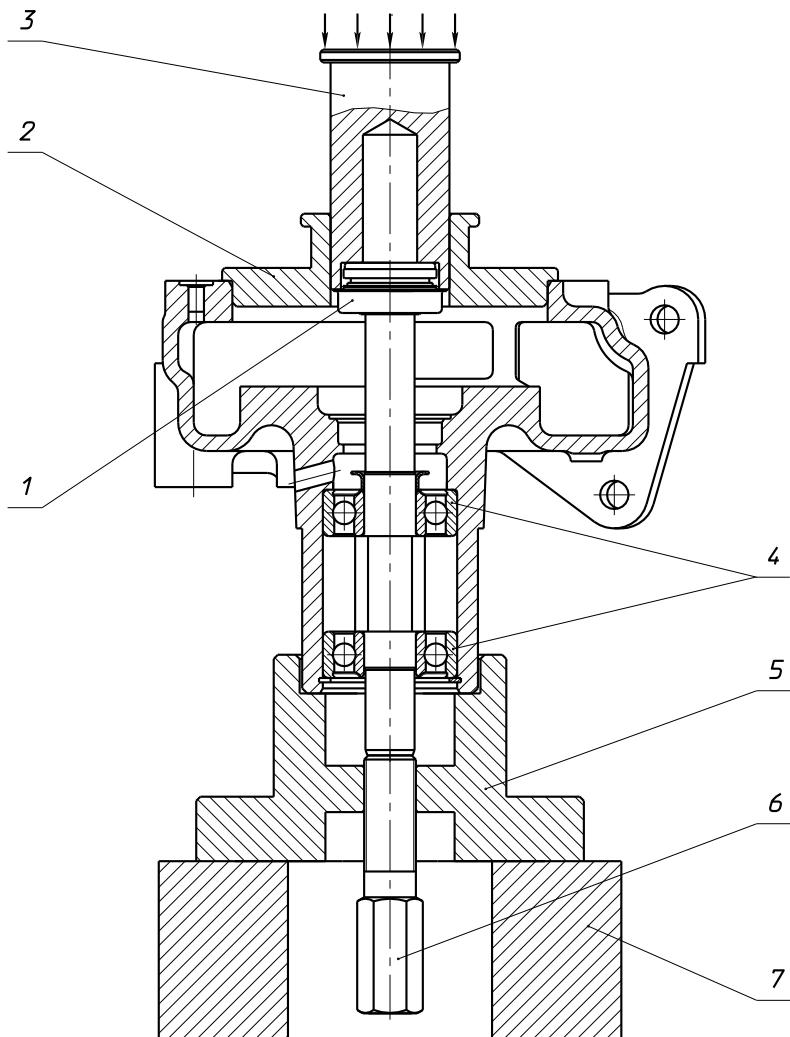

Рис.108. Установка торцового уплотнения "КАСО"
1. Установить корпус насоса в сборе с валом и подшипниками через специальную проставку 5 вертикально на жесткую опору 7, которая имеет внутреннее отверстие для размещения установочного винта 6 (см. рисунок 108).
На рисунках 109 - 112 приводятся эскизы для изготовления деталей приспособления по сборке водяного насоса при установке уплотнения «КАСО» (см. рисунок 108). Материал деталей – сталь.